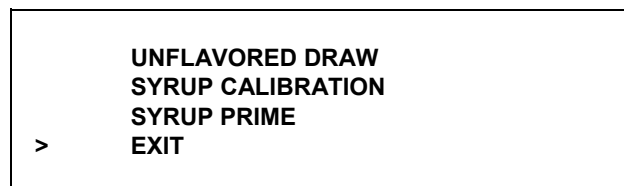

Рисунок 197
**Примечание:** на экране будут показаны варианты меню калибровки. (См. рис. 197)